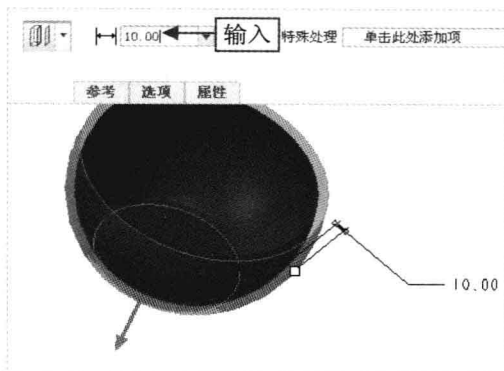

图 10-26 设置参数
Step 03 弹出“偏移”选项卡，在数值框中输入 10，如图 10-26 所示。